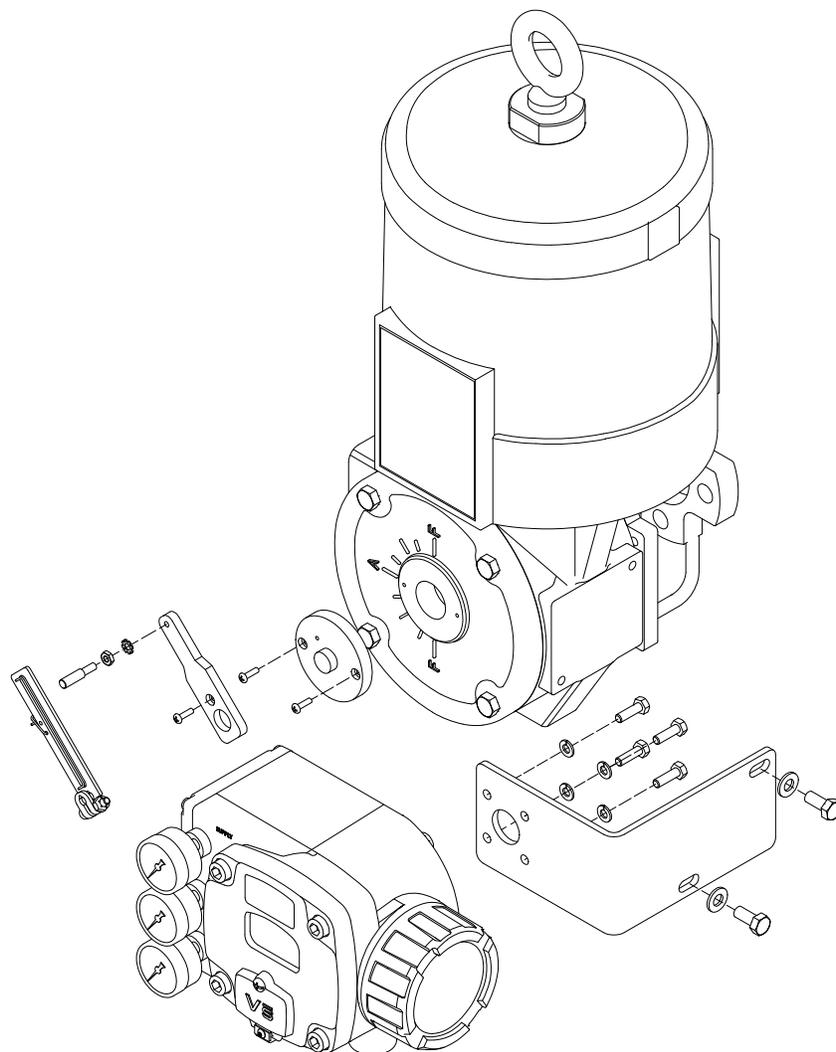

Figura 13 – Montagem do posicionador Chronos no atuador rotativo das válvula ExL (configuração ar-para-fechar / falha-abre)
- Instale o posicionador no suporte em “L”, que é fixado na caixa de transferência do atuador (vide Figura 13), apertando os quatro parafusos que fixam o posicionador no suporte. Não se esqueça de utilizar as quatro arruelas de pressão.